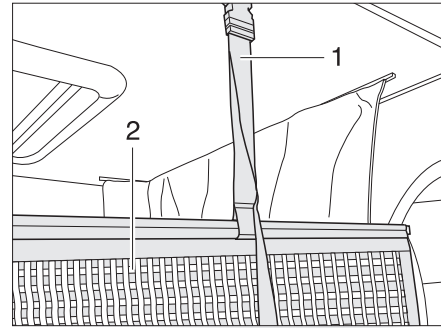

Fig. 168 Soporte red de seguridad
La red de seguridad (Fig. 168,2) con los cinturones de sujeción está guardada debajo del colchón. Tender la red de seguridad cuando las personas ya se encuentren en la cama elevada.
- Engatillar los cinturones de sujeción (Fig. 168,1) en los soportes en el techo.